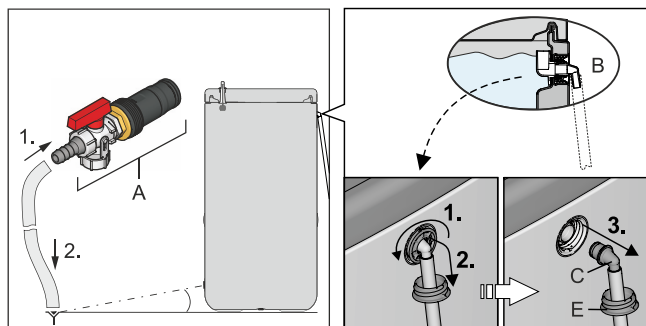
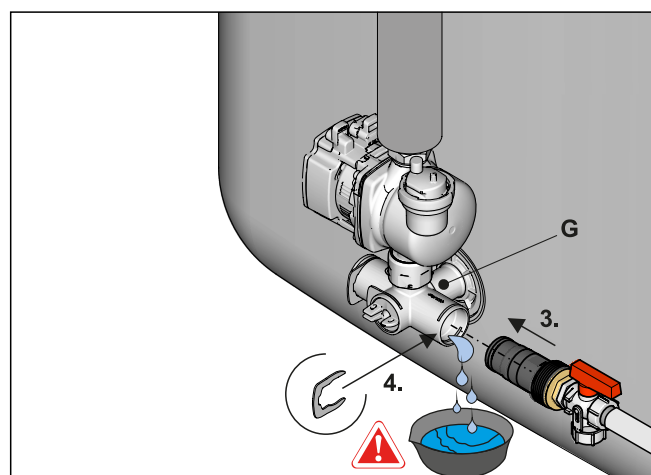

Fig. 11-1 Montar la manguera de desagüe; opcionalmente: desmontar la pieza de conexión del desagüe de seguridad
Fig. 11-6 Montar la conexión de llenado KFE en el ángulo de conexión
- 3 Conectar la tubería de descarga a la **conexión de llenado KFE (accesorio KFE BA)** (Fig. 11-1, pos A) y situarla en el punto de salida que llegue como mínimo hasta el suelo.
Si no hay ninguna **conexión de llenado KFE** disponible, puede desmontarse y utilizarse alternativamente la pieza de conexión (Fig. 11-1, pos. C) del desagüe de seguridad (Fig. 11-1, pos. B).
Tab. 11-1 Leyenda de Fig. 11-1 hasta Fig. 11-6
- Introducir la **conexión de llenado KFE** en el ángulo de conexión y asegurarla con garras de retención (Fig. 11-6).